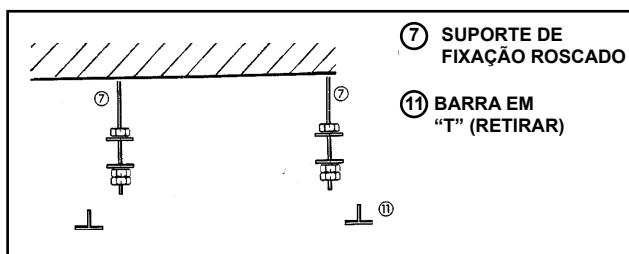

FIGURA 19
- Retire a barra em "T" para facilitar as operações de instalação (ver figura 19);